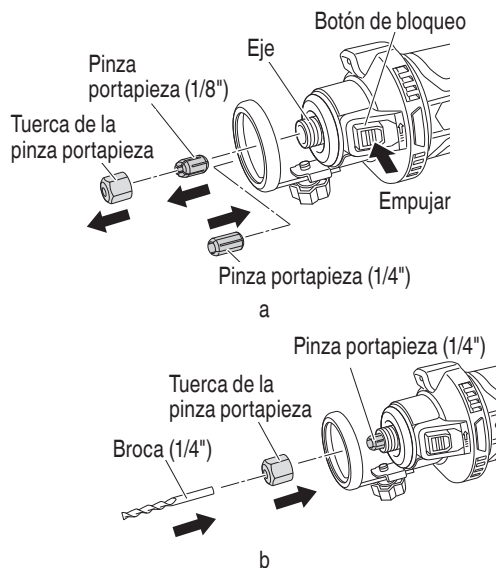

Fig. 10
- (1) Al presionar el botón de bloqueo y asegurar el eje en su sitio, quite la tuerca de la pinza portapieza y cambie la pinza portapieza. (Fig. 10-a)
- (2) Al presionar el botón de bloqueo y asegurar el eje en su sitio, inserte la broca, acople la tuerca de la pinza portapieza y apriete la pinza portapieza. (Fig. 10-b)